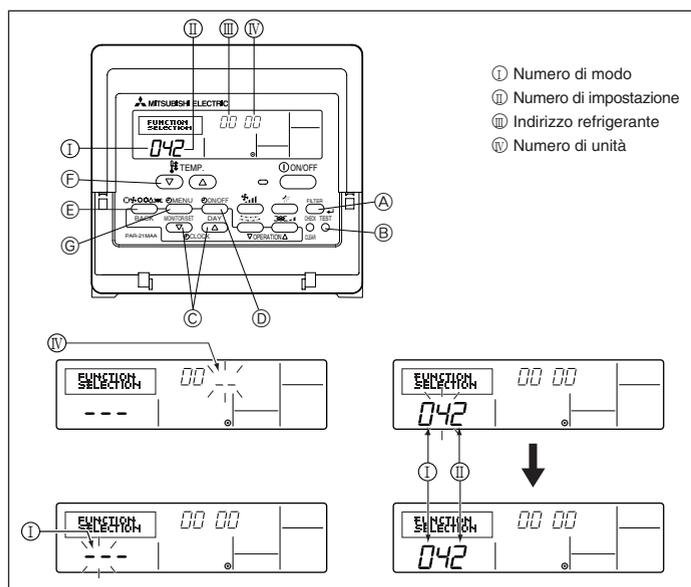

Fig. 6-8
**1) Per il comando a distanza con filo (Fig. 6-8)**